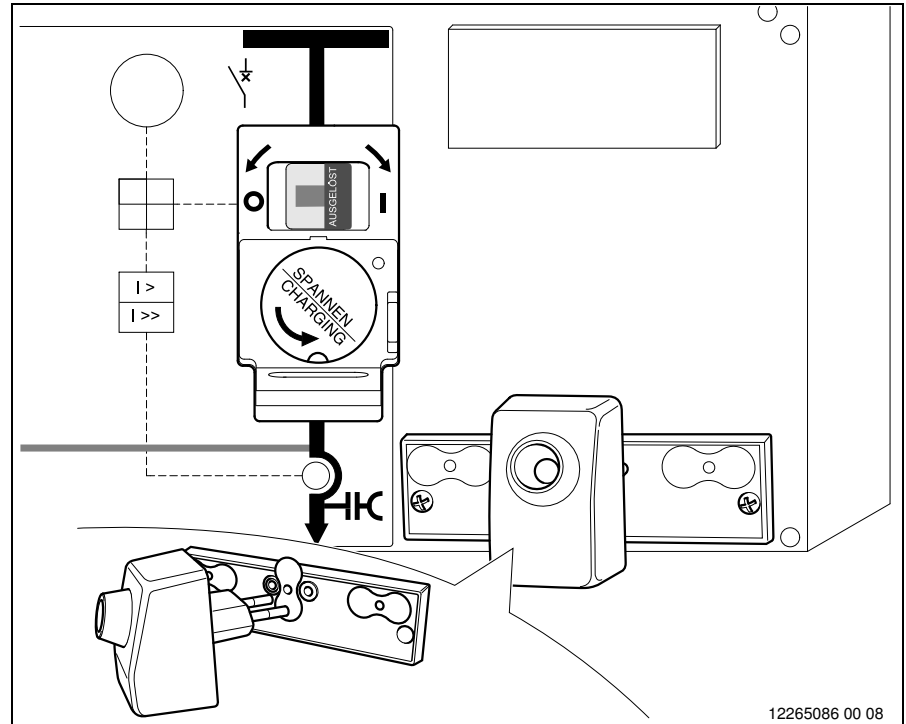

Bild 77
- 3 Spannungsprüfer (siehe Tabelle 5, Kapitel 4.9) in die Messbuchsen des entsprechenden Schaltanlagenfeldes stecken (Bild 77).